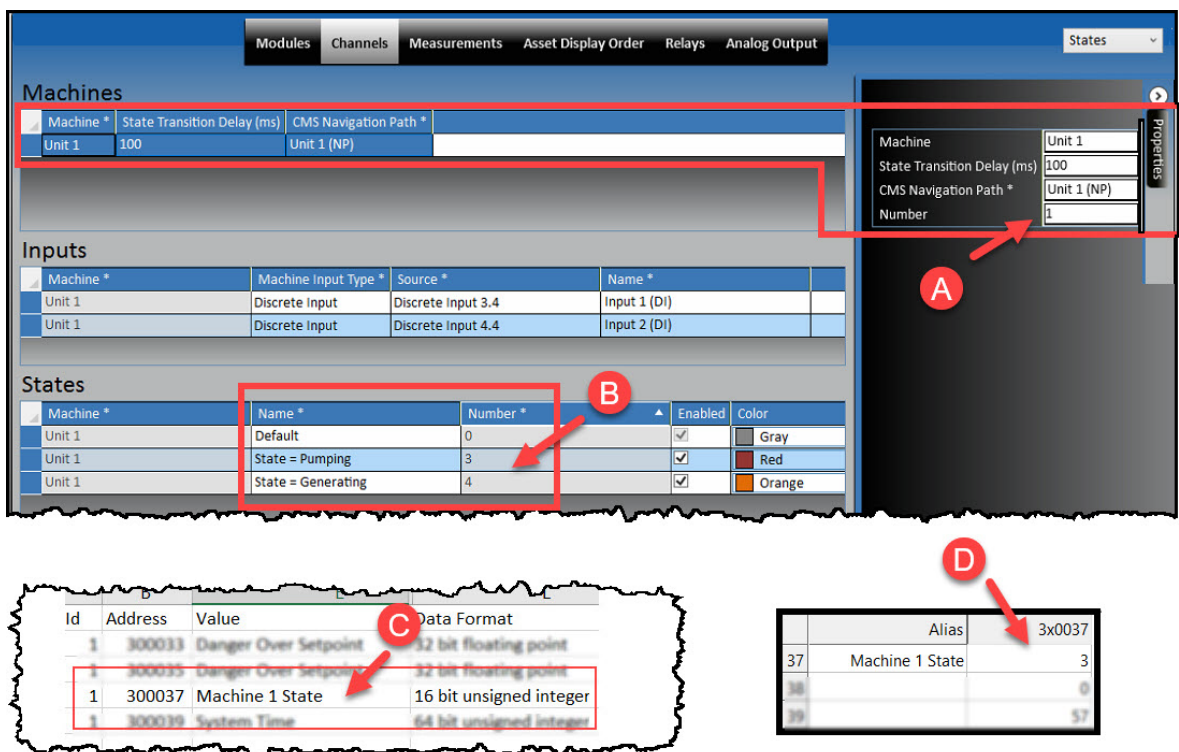

图 9-5) 机器编号 (Modbus)
您也可以使用 Modbus（图 9-5）来验证机器的状态。配置中定义的每台机器都有一个唯一的 ID 号 (A)，显示在“属性”窗格中。寄存器的值将包含机器状态的唯一 ID 号 (B)。Modbus 映射 (C) 会按机器的 ID 号列出机器。
读取 Modbus 寄存器 (D)，以查看机器的状态 ID 号。此处（图 9-5）的示例中，寄存器 30037 显示了机器 1 的当前机器状态 = 3（泵送）。